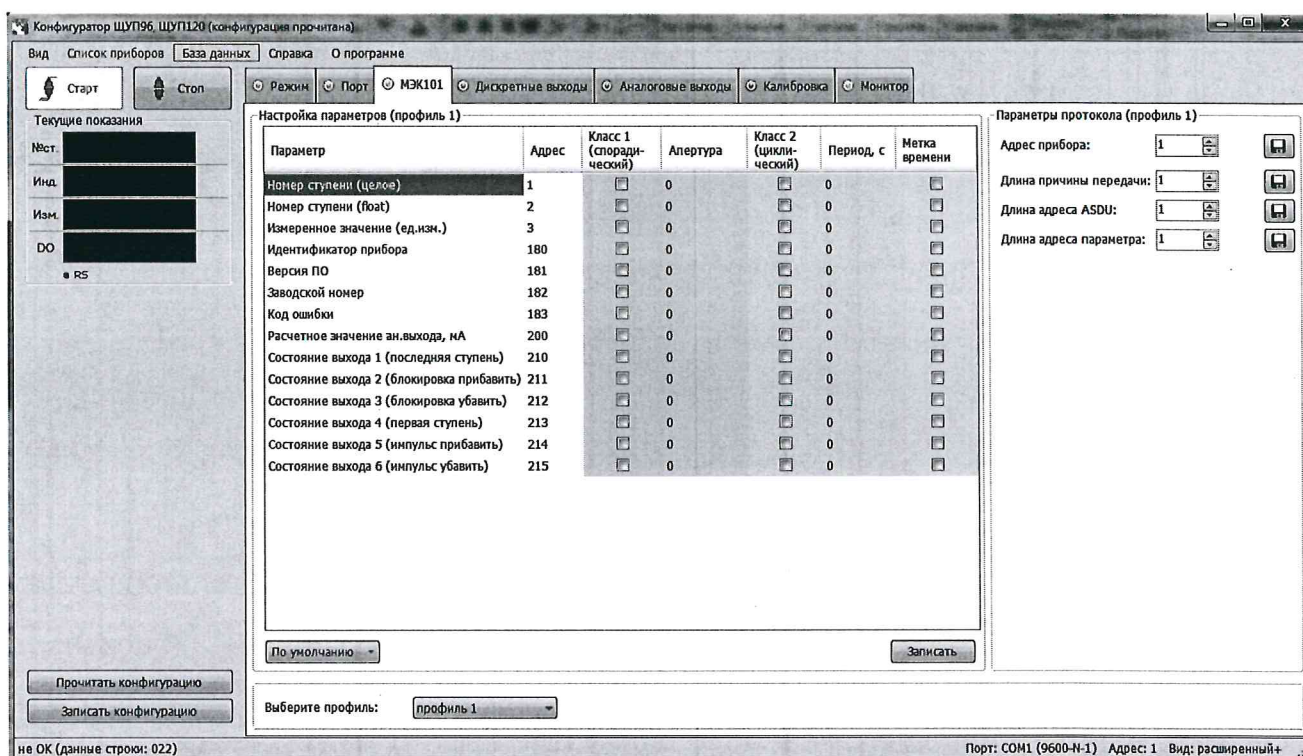

Рисунок 3 – Вкладка «МЭК101»
3.7.5 Настройка алгоритмов ГОСТ Р МЭК 60870-5-101-2006 осуществляется во вкладке «МЭК101» (рисунок 3).
При необходимости можно настроить несколько профилей с различными параметрами настройки. Параметры протокола профиля 1 или профиля 2 расположены в правой части окна (рисунок 3).